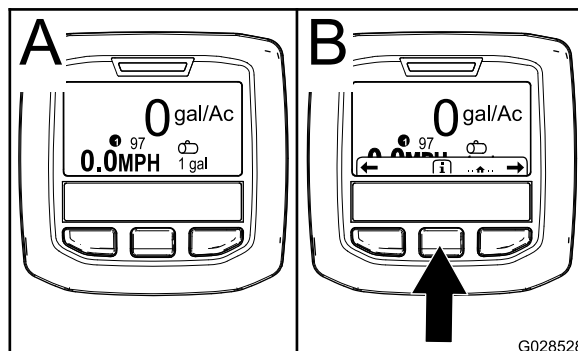

Figura 4
2. După aproximativ 15 secunde, va fi afiat ecranul de pornire; apăsați butonul de selectare centru pentru a afia contextul informațiilor (Figura 4).